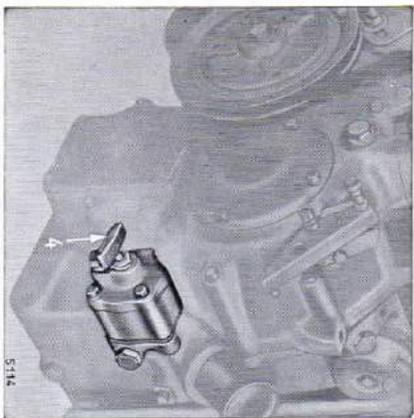

Fig. 21
Ceci devra se faire **tous les jours, pour le moins après 10 heures de marche** – Figure 21 – Le filtre d'huile de lubrification est un filtre à lamelles. La pompe à huile refoule l'huile à travers ce filtre à nettoyage mécanique. Les impuretés se déposent sur la paroi intérieure du filtre. Chaque mouvement de rotation de la manette (4) – Figure 21 – entraîne le filtre à lamelles. Le peigne fixe débarrasse les lamelles des impuretés qui s'y sont déposées. L'huile ainsi purifiée atteint toutes les portées.